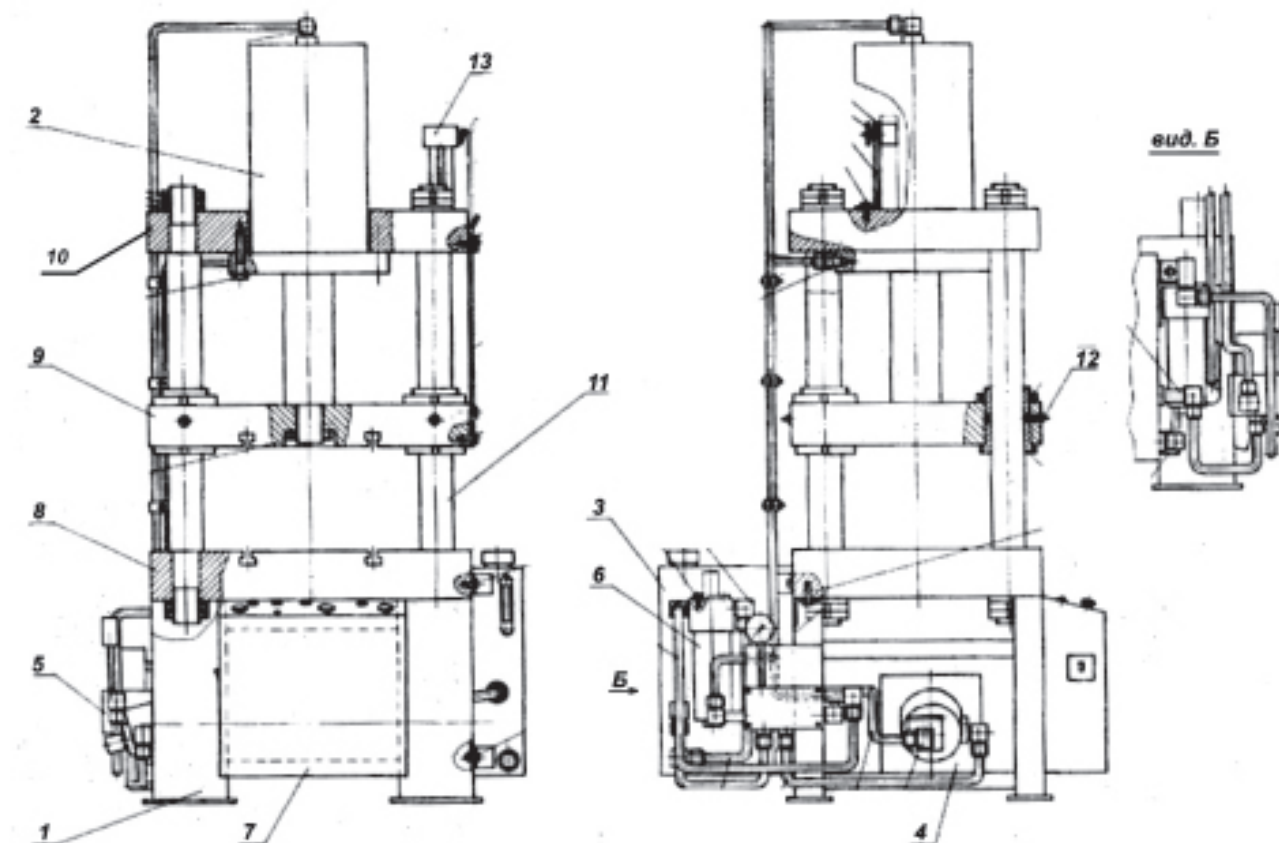

Рис. 2. Основные части пресса
5.1. Пресс состоит из следующих основных частей (рис. 2):